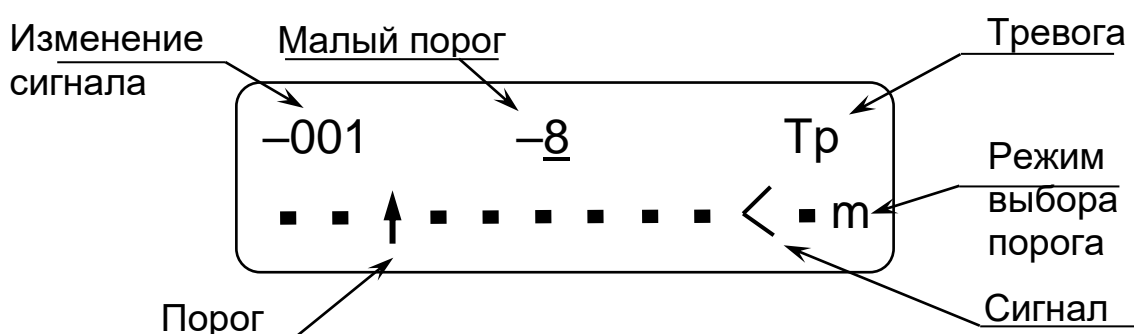

Рисунок 6
- Режим установки малого порога имеет восемь вариантов значений в ручном режиме выбора порога в децибелах (для ручного режима выбора порога индицируется «m» в правом нижнем углу ЖКИ), сопровождаемых сообщениями: «-10», «-9», «-8», «-7», «-6», «-5», «-4», «-3». А также автоматический режим расчета малого порога – в этом режиме индицируется «a» в правом нижнем углу ЖКИ и уровень малого порога, рассчитанный извещателем. В режим установки малого порога можно войти длительно (на время более 3 с) нажав кнопку «◀» или «►», находясь в режиме юстировки. Изменение уровня порога производится с одновременным контролем величины изменения сигнала относительно среднего значения уровня сигнала, режима выбора малого порога и тревог (см. рисунок 6). В нижней строке ЖКИ отображается условная шкала, на которой значение порога изображено знаком «↑», значение сигнала - знаком «<».